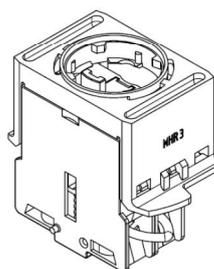
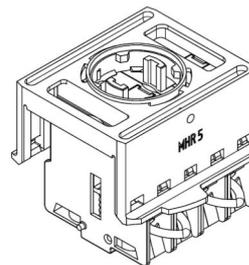

Abbildung 1 Montage MTZU auf Modulhalter MHR\_3
Abbildung 3: Montage MTZU + MTZU\_564 auf Modulhalter MHR\_5
6. Modulare Kontaktgeber müssen zunächst in der richtigen Ausrichtung in einen Modulhalter gerastet werden, bevor sie auf den Betätiger aufgerastet werden können. (vgl. Abbildung 1- Abbildung 3)
- Modulhalter MHR\_3 darf bei Zweikanalausführung nicht verwendet werden, siehe Abbildung 1- Abbildung 3